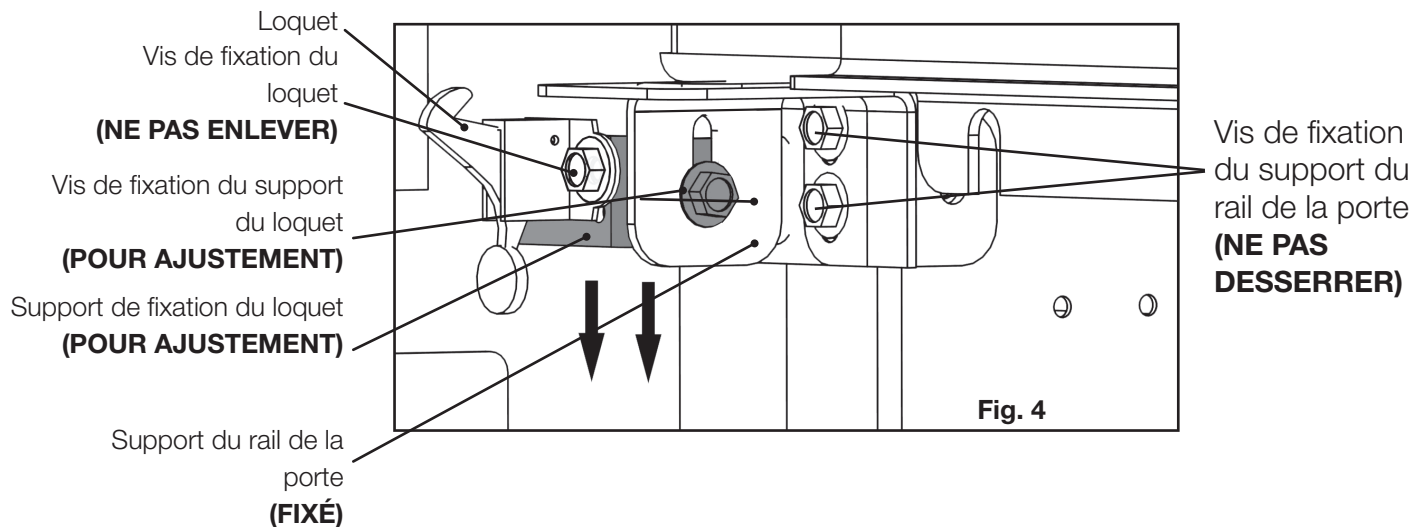

**Fig. 3**
3. Pour faciliter l'installation au moment de l'ajustement préliminaire, retirez la garniture de la porte, le couvercle de contrôle et le panneau d'accès (**Fig. 3**).